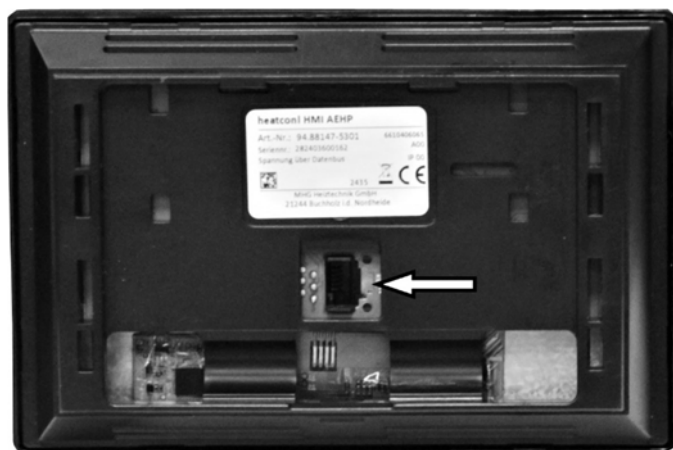

Abb. 25: Steckplatz für Verbindungskabel hinten am Touchdisplay
- ➔ Stecken Sie das Verbindungskabel mit dem RJ12 Stecker gem. Abb. 25 hinten an das Touchdisplay an.